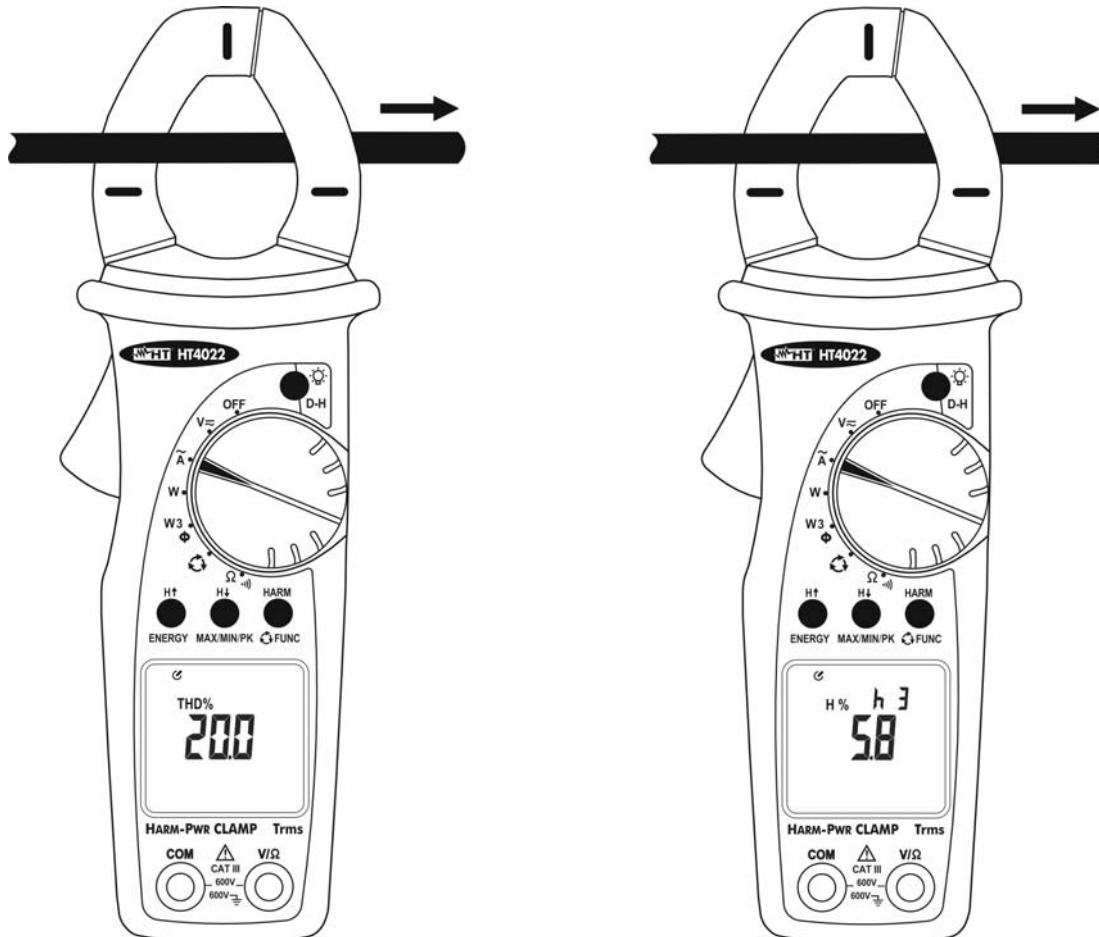

Fig. 10 : Analyse harmonique de courant AC
3. Ouvrir le tore et insérer un câble simple au centre (voir la § 4.1.2 et Fig. 10). L'instrument affiche le symbole « **THD%** » correspondant à la mesure de la Distorsion harmonique totale pour le courant sous test (pour la signification des grandeurs mesurées voir la § 8)